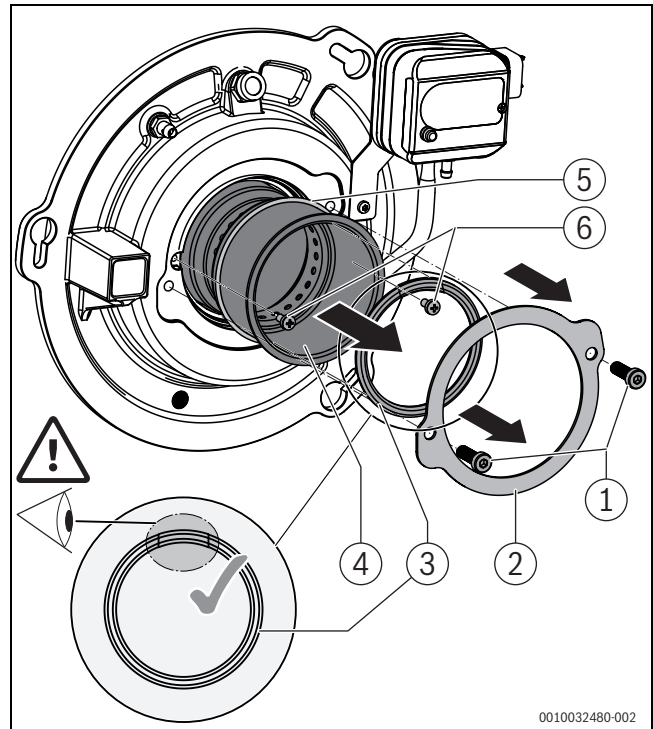

Bild 75 Brennerrohr austauschen
- Dichtung D81 verwenden. Darauf achten, dass die Nahtstelle der Dichtung in 12-Uhr-Position eingebaut wird (→Bild 75, Seite 40).
Um das Brennerrohr auszutauschen (→ Bild 75):